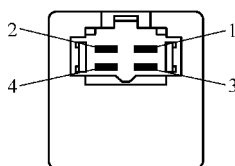

图 11-46 检查间歇继电器的端子导通性
- 1) 如图 11-46 所示，检查间歇继电器的端子 1 和 4 之间是否导通，检查端子 2 和 3 之间是否不导通。